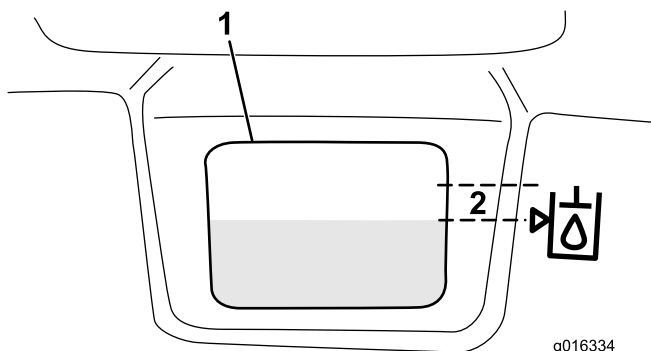

Figura 32
3. Encha lentamente o reservatório com o fluido hidráulico adequado até que o nível se encontre a 6 mm da seta no símbolo junto da janela branca na parte da frente do reservatório (Figura 32). Não encha demasiado.